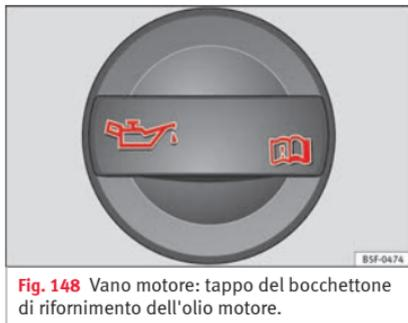

Fig. 148 Vano motore: tappo del bocchettone di rifornimento dell'olio motore.
- Svitare il tappo del bocchettone di rifornimento dell'olio motore » fig. 148.
- Non appena il livello raggiunge il settore (B) si deve riavvitare con cura il tappo.